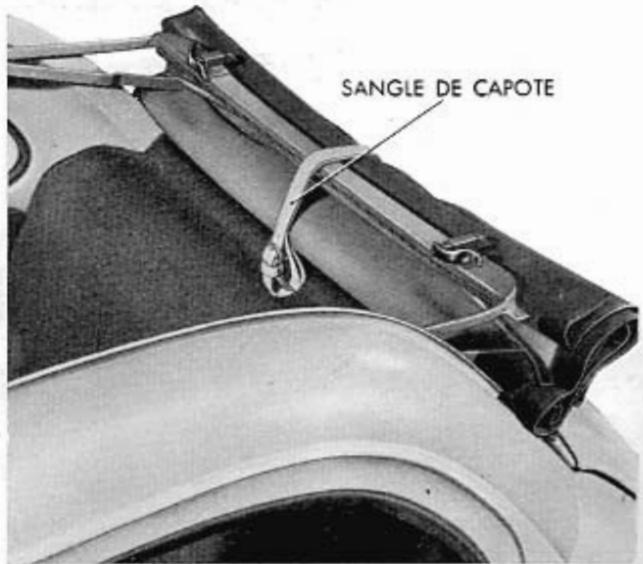

Fig. 417 - Détail de la fixation du toit ouvrant avec capote repliée.
b) Monture avec traverse avant, sur laquelle sont appliqués les deux poignées et les verrous correspondants de blocage avant de la capote, et arc mobile axé à l'intérieur des longrines de la monture (fig. 417).
f) Sangle pour retenir la capote en position rabattue (fig. 417 et 418).